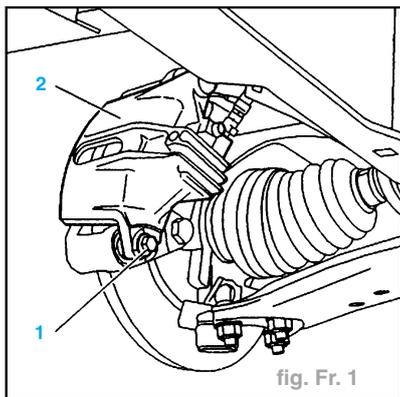

fig. Fr. 1
- Déposer la vis (1) (fig. Fr. 1).
- Basculer l'étrier (2).